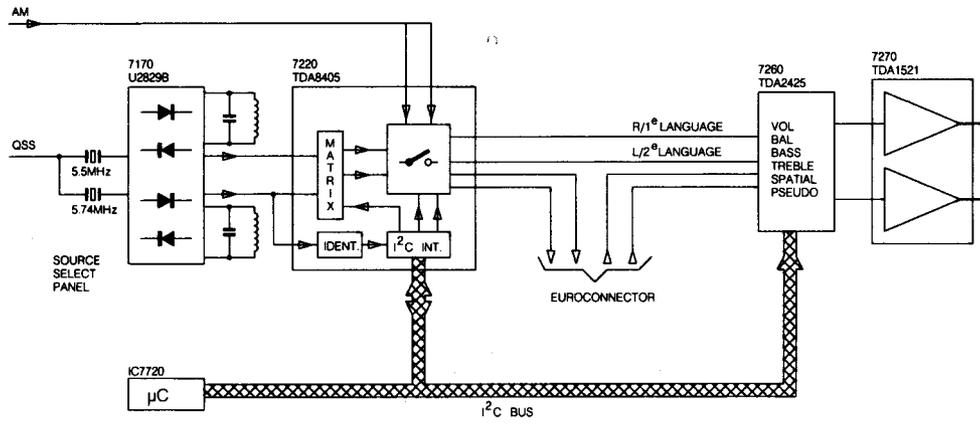

Bild 10.1
10.1 Das Blockschaltbild (Bild 10.1)